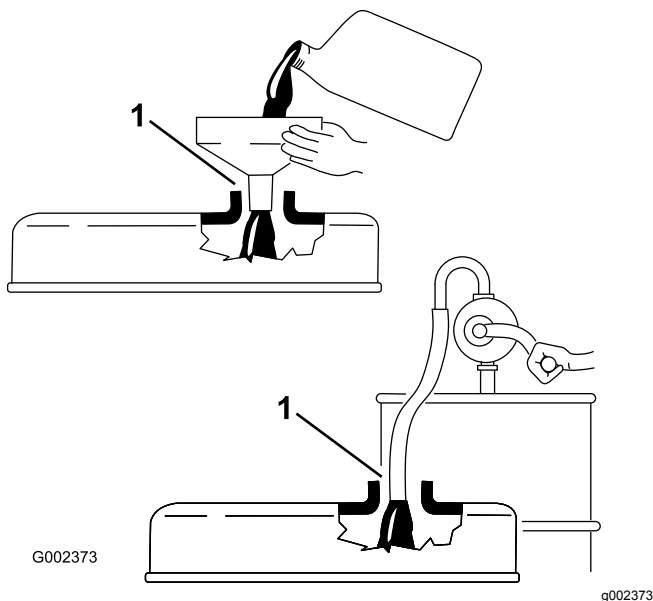

Figura 20
**Importante:** Rimuovete l'asta di livello mentre versate l'olio nel motore. In caso di aggiunta o rifornimento di olio, vi deve essere gioco tra il dispositivo e il foro di riempimento dell'olio nel coperchio della valvola, come mostrato in Figura 20. Il gioco è necessario per consentire l'aerazione durante il riempimento, prevenendo l'eccesso di olio nello sfiatatoio.